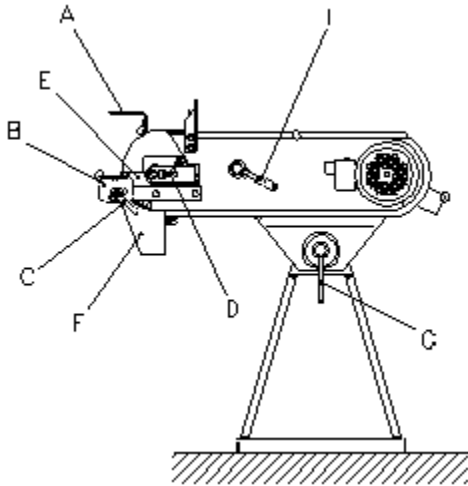
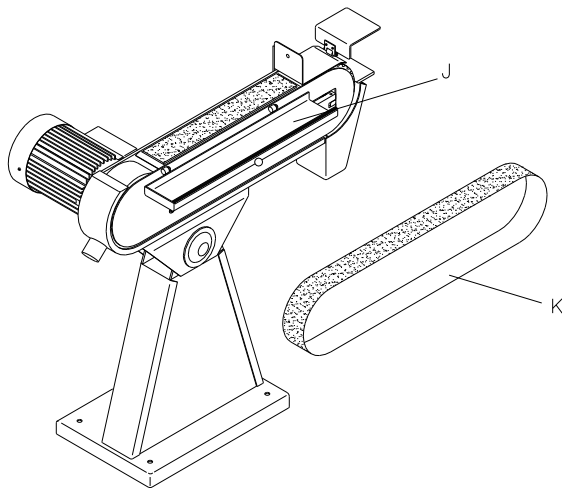

Рис. 1
Рис. 2
Искрогаситель (F) должен быть тщательно закреплен. Рабочая высота настраивается рукоятью (G). (См. Рис.1)
**Для смены ремня поверните рукоять (I) против часовой стрелки для снятия натяжения.** Откройте крышку (J) и выньте изношенный ремень (K) (рис. 2) против направления вращения. Прodelайте то же самое со стороны шкива двигателя. В обратном порядке установите новый ремень, внимательно проверьте совпадение стрелок на обороте ленты с направлением вращения. Натяните ленту рычагом (I) и выровняйте ручкой (D) (Рис.1).